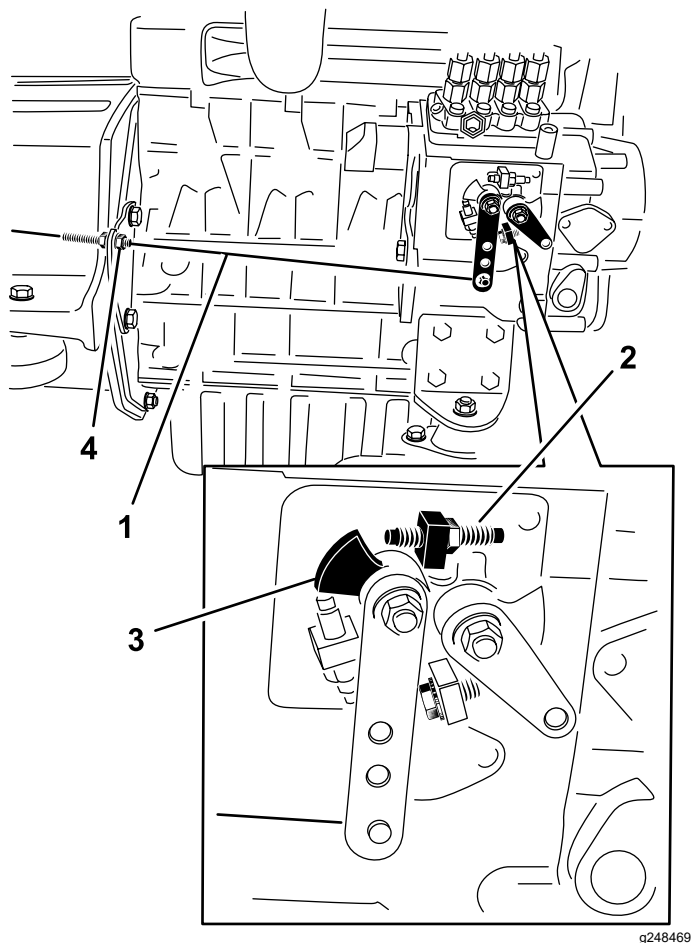

图 34
2. 检查燃油喷射泵上速度控制杆的位置。当油门控制杆位于快速卡槽位置时速度控制杆应与高速螺丝接触图 34。
3. 如果必要请调节油门控制拉索上锁紧螺母的位置直到当油门控制杆位于快速卡槽位置时速度控制杆应与高速螺丝接触图 34。